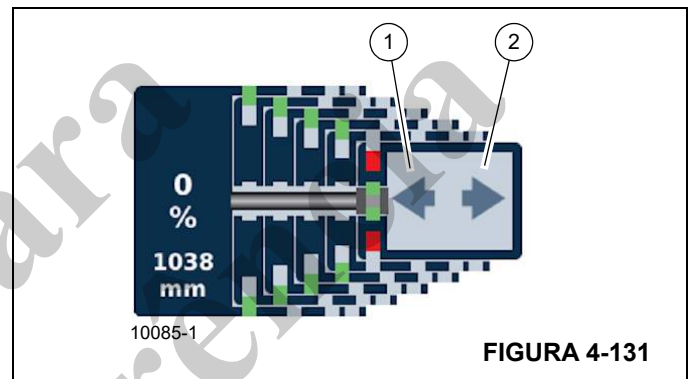

FIGURA 4-131
- 1 Comece com a retração, como na Figura 4-131